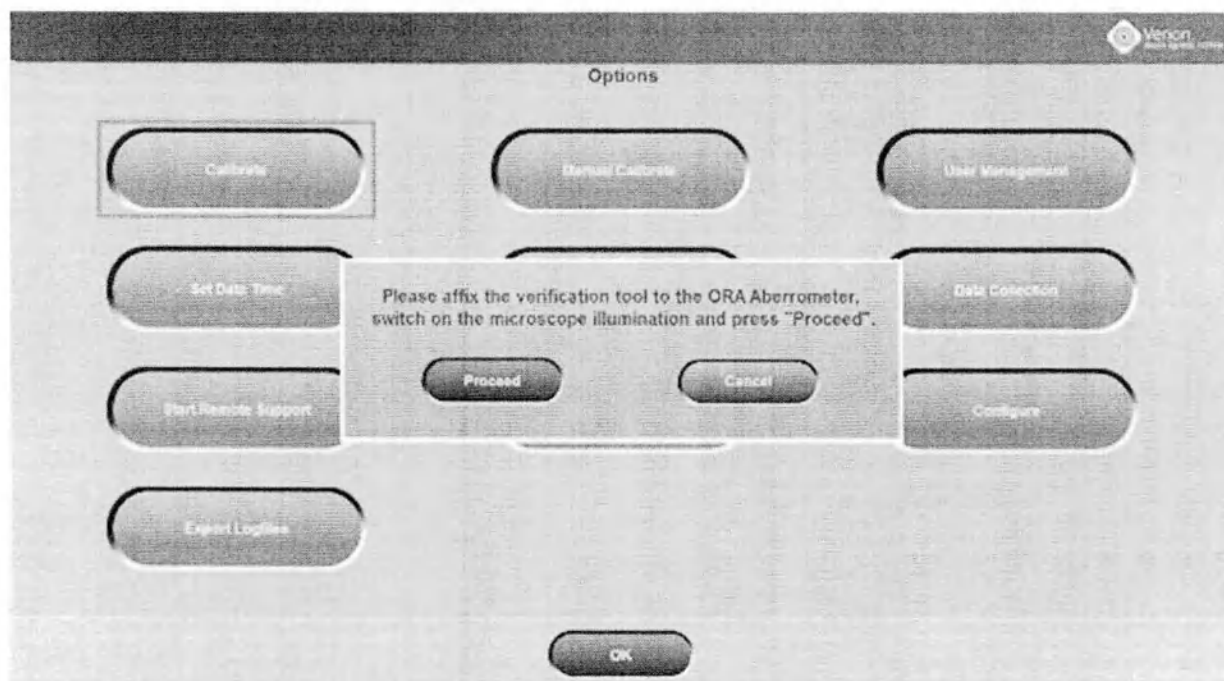

Рисунок 130. Опции — Калибровка
- На цифровом интерфейсе M войдите в систему как *Admin* (Администратор) и нажмите кнопку *Calibrate* (Калибровка) на экране *Options* (Опции) (Рисунок 130).